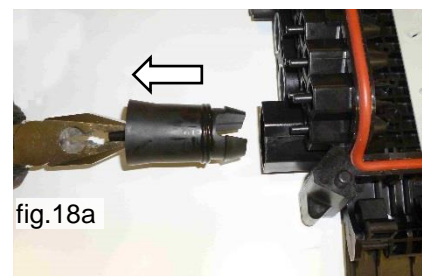

fig.18a
**Grasp blind plug with universal pliers or similar and pull (fig.18a-18b).**
Pincer le bouchon avec une pince universelle ou similaire et tirer (fig.18a-18b).